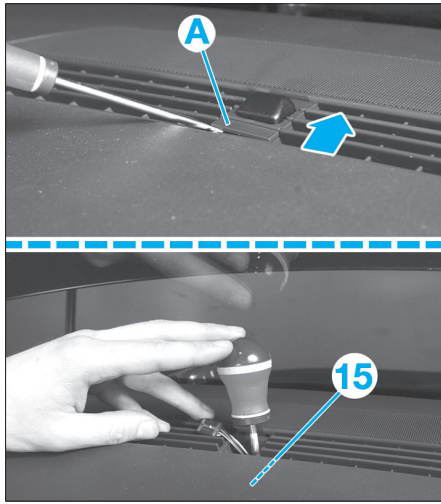

Fig. 23
- Dégrafer le cache (A) (Fig.23).
- Dévisser la vis de fixation (15).